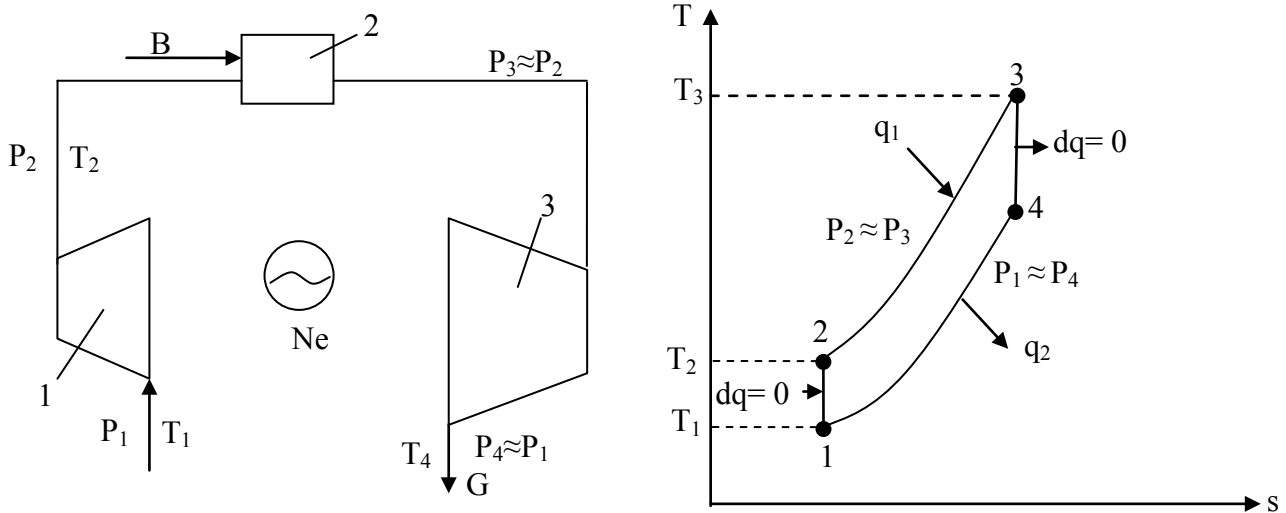

Рисунок 2.2 – Схема і цикл ГТУ на T-s діаграмі: 1 – компресор; 2 – камера згорання; 3 – газова турбіна; 4 – електрогенератор
**Приклад 2.5.** Вважаючи теплоємності сталими, визначити температури в характерних точках ідеального циклу ГТУ із ізобарним підведенням теплоти (циклу Брайтона), питому і загальну витрату умовного палива, потужність, яка втрачається з відпрацьованими газами, якщо відомо:  $t_1 = 15 \text{ }^\circ\text{C}$ ;  $V = 755 \text{ мм рт. ст.}$ , повітря стискається в компресорі до п'ятикратного збільшення густини, температура газів на вході в турбіну  $950 \text{ }^\circ\text{C}$ , потужність електрогенератора 4 МВт. Схема циклу ГТУ і зображення його на T-s діаграмі наведені на рис. 2.2.